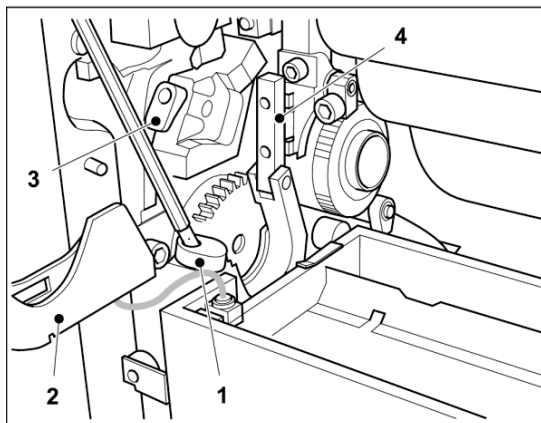

図 8 水元ローラの取り外し
1. 水元ローラのロック機構(図8/1)を図8に示すよう、駆動側および操作側とも回します。
2. レバー(図8/4)を上げます。
5. ギアガード(図8/2)を閉じてラッチ(図8/3)を横に向け